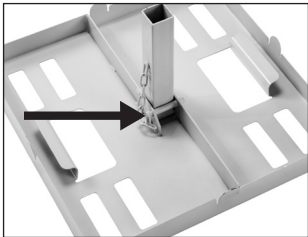

Fig. 1
1. Place the base (accessory part # 096000-3050-000) in the desired location on flat even ground then fold up the square profiled mounting bracket and lock it in place with the pin (Fig. 1).
1. Placez la base (accessoire réf. 096000-3050-000) à l'endroit de votre choix, sur un sol parfaitement plat, puis repliez le support de montage à profilé carré et verrouillez-le en place à l'aide de l'attache (Fig. 1).
1. La base (n.º de accesorio 096000-3050-000) se debe colocar en la posición deseada, sobre un suelo plano y nivelado, y a continuación el soporte de montaje con perfil cuadrado se debe plegar hacia arriba y bloquear en su posición con el pasador (Fig. 1).
1. Den Sockel (Zubehörteil # 096000-3050-000) am gewünschten Standort auf flachem, ebenen Untergrund aufstellen und dann die Vierkant-Halterung nach oben klappen und mit dem Stift einrasten lassen (Abb. 1).
1. Posizionare la base (n. cat. accessorio 096000-3050-000) nella posizione desiderata su un terreno uniforme e pianeggiante, quindi richiudere la staffa di montaggio con profilo quadrato e bloccarla in posizione con il perno (Fig. 1).